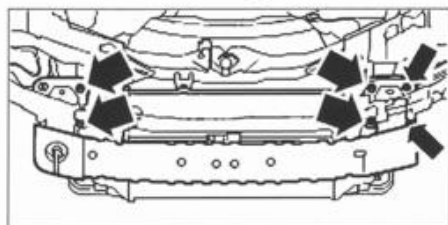

FIG. 14
- Desmontar la armadura (fig. 14)